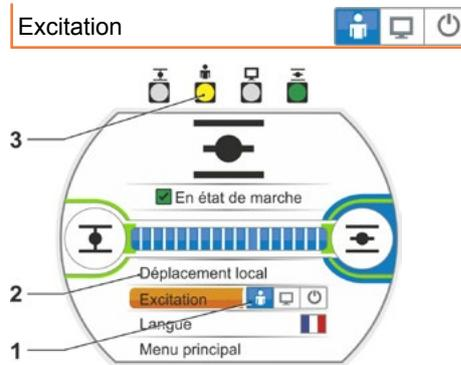

Fig. 1 : excitation déplacement local
2. Appuyer sur le Drive Controller jusqu'à ce que le symbole LOCAL soit activé (Fig. 1, Pos. 1).